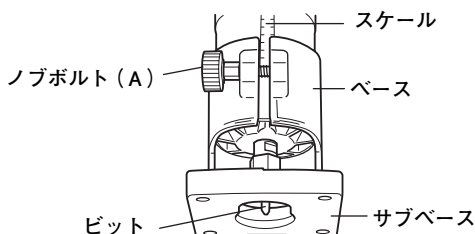

図 6
- (1) ベースのノブボルト (A) をゆるめます。
- (2) ベースを上下に移動させ、サブベース先端とビットの先端を合わせます。(図 6)